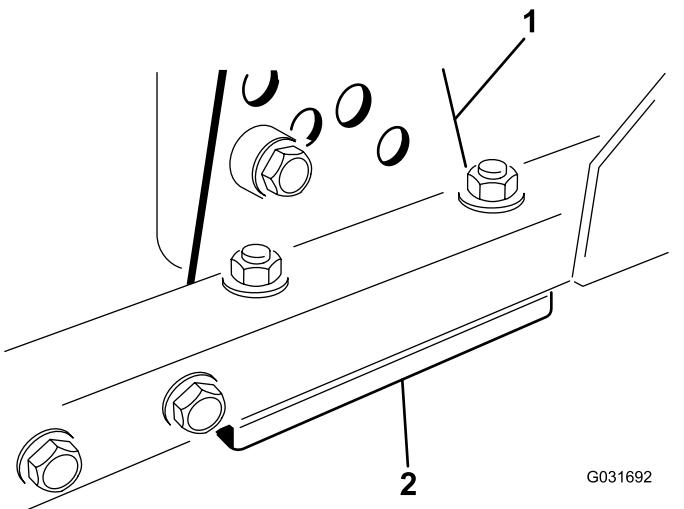

図 63
1. 刈り高ブラケット前、左、右のうち1つをデッキのフレームから外す図 63。
2. デッキフレームとブラケットとの間に厚さ 1.5mm または 0.7mm のシム、場合によってはこれらの両方を挿入して、希望する刈高を達成する 図 63。